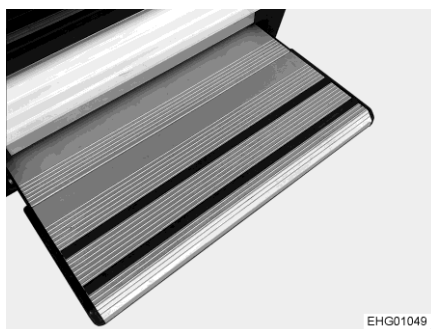

Bild 5 Eintrittstufe
- ▷ Die beweglichen Teile der Eintrittstufe (Bild 5) nicht fetten oder ölen (siehe Kapitel 11).